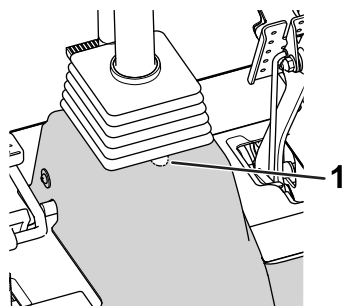

Figura 21
- Ricavate un intaglio a forma di U nella copertura (Figura 21).